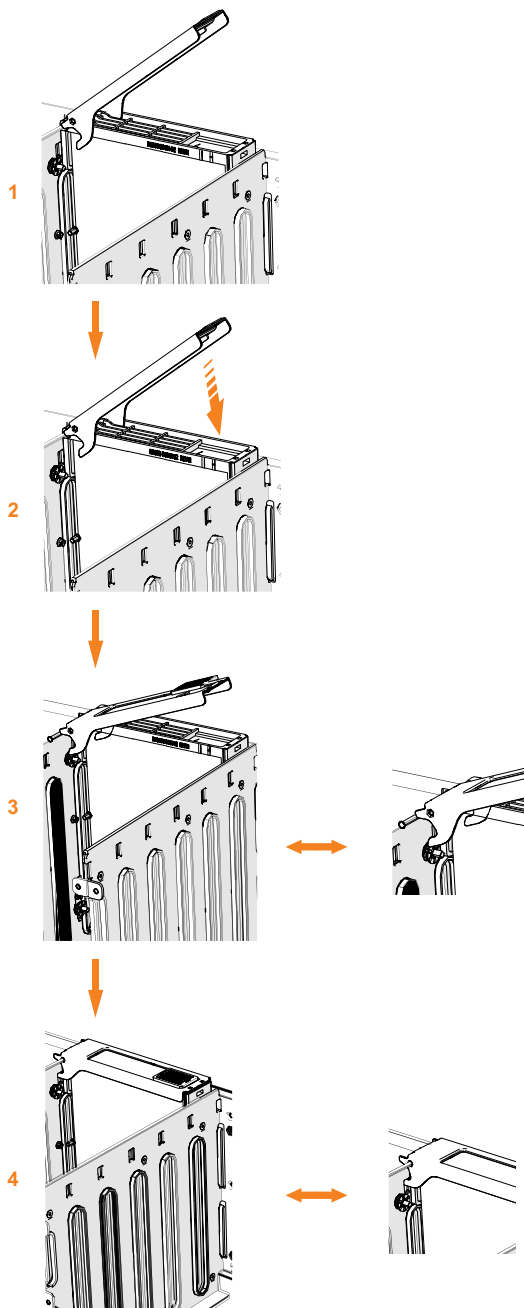

Рисунок 85. Замена накопителя
6. Убедитесь, что ручка накопителя (**1** на рис. 85 на стр. 89) находится в открытом положении.
8. Аккуратно вставьте накопитель вниз до упора, нижняя часть защелки совместится со стенкой. Убедитесь, что рычажок повернут не более чем на 45 градусов относительно контейнера накопителя. (**2** на рис. 85 на стр. 89).
9. Поверните ручку вниз, чтобы зафиксировать накопитель на шасси ( **3** на рис. 85).
11. Верхняя кромка также должна быть полностью установлена ( **4** на рис. 85 на стр. 89).